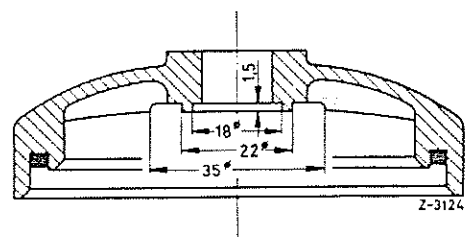

Fig.09-1/2
Bovendien kan bij filterelementen met een viltten pakking (5) het filterdeksel volgens fig.09-1/2 worden bewerkt om een eventuele druk van het filterdeksel op de rand van de pakking uit te sluiten. Hierdoor wordt een juiste druk (afdichting) van het filterdeksel en de pakking (5) verkregen (fig.09-1/1).
De te reinigen brandstof stroomt door de brandstof toevoeropening (a) in het filterhuis, gaat door het filterelement (7) en komt dan in het centrum van het filter (fig.09-1/1). Het door het filterelement tegengehouden vuil valt door het schudden tijdens het rijden gedeeltelijk naar beneden en verzamelt zich onder in het filterhuis.
Opm.: Sedert de invoering van kunststofbrandstofleidingen vervalt de vierwegaansluiting op het hoofdbrandstoffilter (fig.09-1/1). Tegelijkertijd werd het hoofdbrandstoffilter in plaats van met een aansluitnippel (2) uitgerust met een banjobout met een ring en tegenwoordig met een banjobout, die aan de zijkant een boring van 1 mm heeft.
1. Voor het verwijderen van het filterelement moet het filter worden geleegd. Draai hiervoor eerst de ontluchtschroef (3) open, verwijder de vuil-aftapplug (12) en laat het filter leeg lopen (fig.09-1/1).
2. Verwijder de toevoerleiding (b) naar de brandstofpomp. Draai nu eerst de spanmoer (4) los, verwijder het deksel (1) en hierna het filterelement.